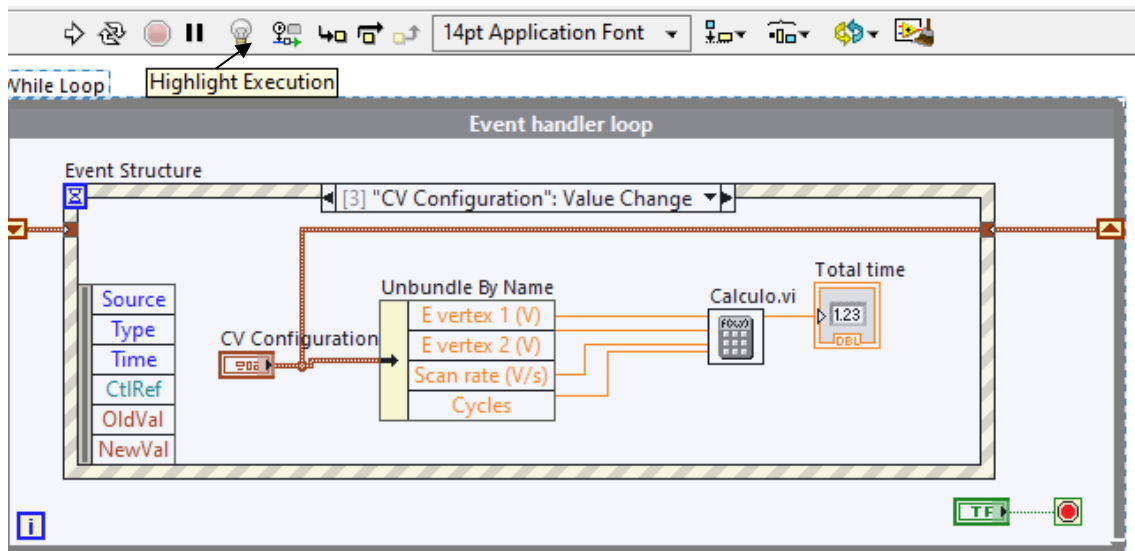

Figura 2.4 Bloc diagram de l'esdeveniment CV Configuration amb botó Stop.
- Per últim l'esdeveniment 3 (figura 2.4) s'activarà en el cas de modificar qualsevol control numèric i s'haurà de calcular el temps que triga en realitzar-se l'experiment. Els càlculs han d'estar en un sub-VI amb un dibuix representatiu.
En el programa no hem introduït cap botó d'Stop, sempre que s'utilitza un While loop es interessant introduir-lo (figura 2.4). Quin problema presenta? Per què? Utilitza l'opció Highlight Execution per a entendre el problema.